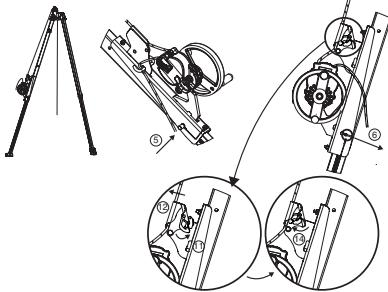

Рис. 9
ВАЖНО: во время монтажа устройства следует обратить внимание на фиксатор стропа, который должен быть направлен в сторону головки треноги traccode (рис. 9).
5. Установите штырь для крепления кронштейна к устройству Derope™ UP R. Данный крепежный штырь выполняет две функции: фиксация опоры треноги traccode и крепление кронштейна для устройства Derope™ UP R к этой опоре (рис. 9, 5).
6. Зафиксируйте крепежный штырь с помощью предохранительного штифта (рис. 9, 6).
11. Разомкните стопор для каната, расположенный на кронштейне (рис. 9, 11).
12. Пропустите канат, выходящий из устройства Derope™, через стопор для каната, расположенный на кронштейне (рис. 9, 12).
14. Замкните стопор для каната, расположенный на кронштейне (рис. 9, 14).